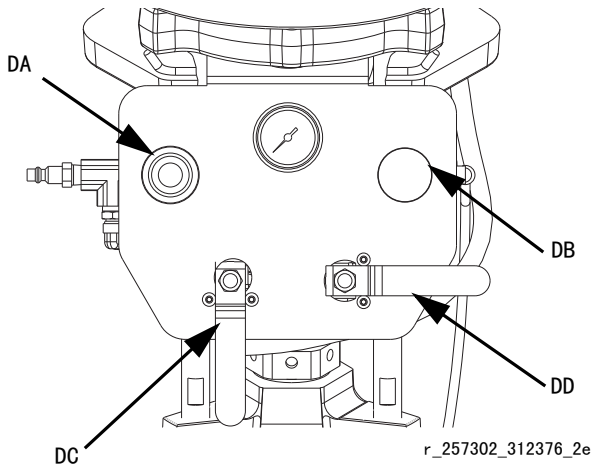

图 7：升降机气流控制器
3. 对于 L20c 气流控制器：请参见图 7 ( 第 14 页 )。